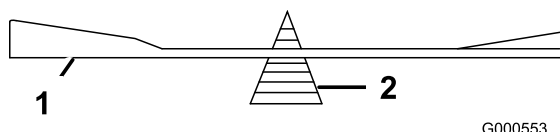

Figura 72
2. Verifique o equilíbrio da lâmina colocando-a num equilibrador de lâmina (Figura 72).